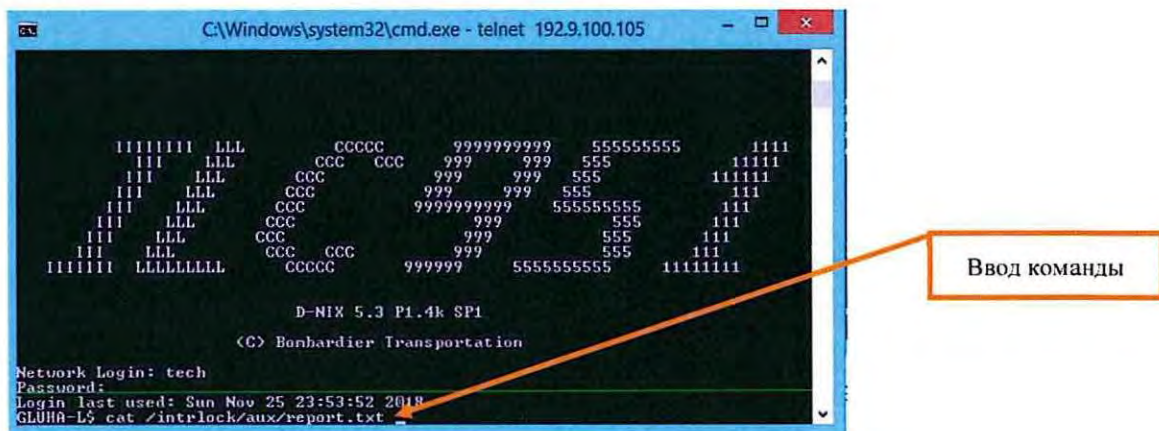

Рисунок 6. Ввод команды.
7.2.6 Ввести команду: `cat /intrlock/aux/report.txt` и нажать **Enter** (Рисунок 6).